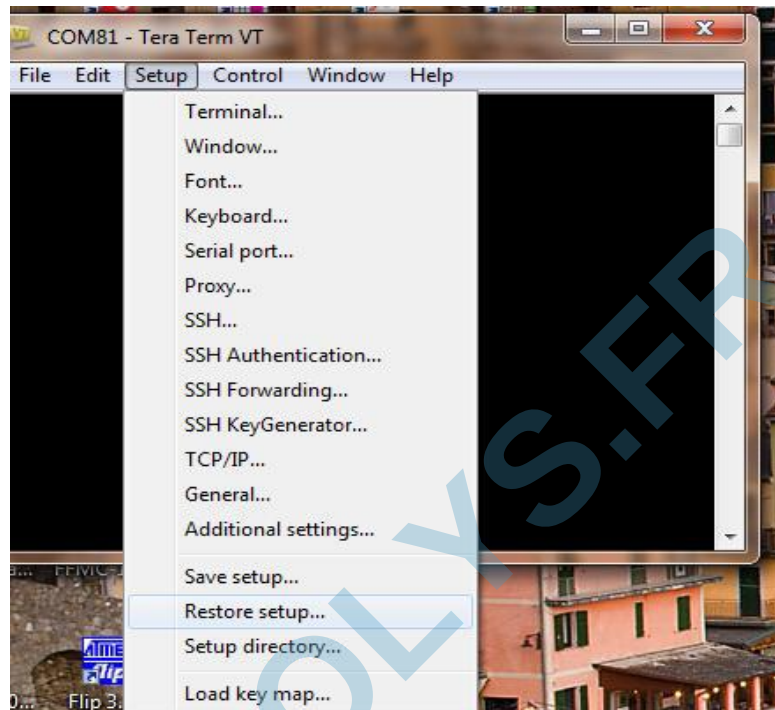

Fig5a: Selection Restore Setup
- Dans la liste déroulante entrer dans “Setup” et sélectionner “Restore Setup....” (voir fig.5a).